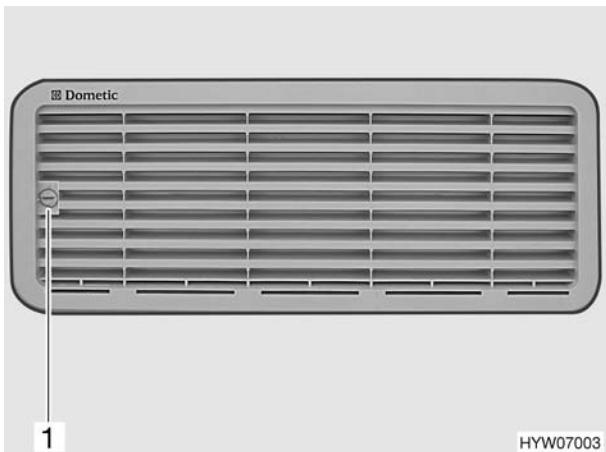

Fig. 160 Griglia di aerazione del frigorifero (variante 1)
- Con l'ausilio di una moneta ruotare la vite (Fig. 160,1) di un quarto di giro.